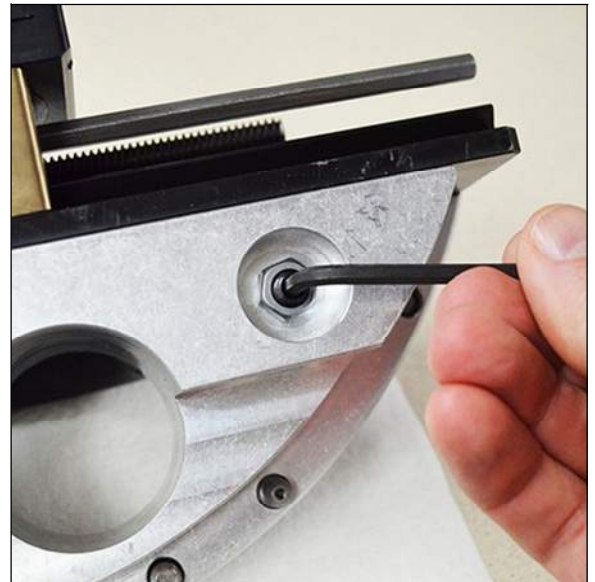

ABBILDUNG 3-31. SCHLITTEN-STIFTHALTE-STELLSCHRAUBE LÖSEN (FF1200 DARGESTELLT)
2. Lösen Sie die versenkte Stellschrauben-Kontermutter mit einem 13 mm Schlüssel (Abbildung 3-31).